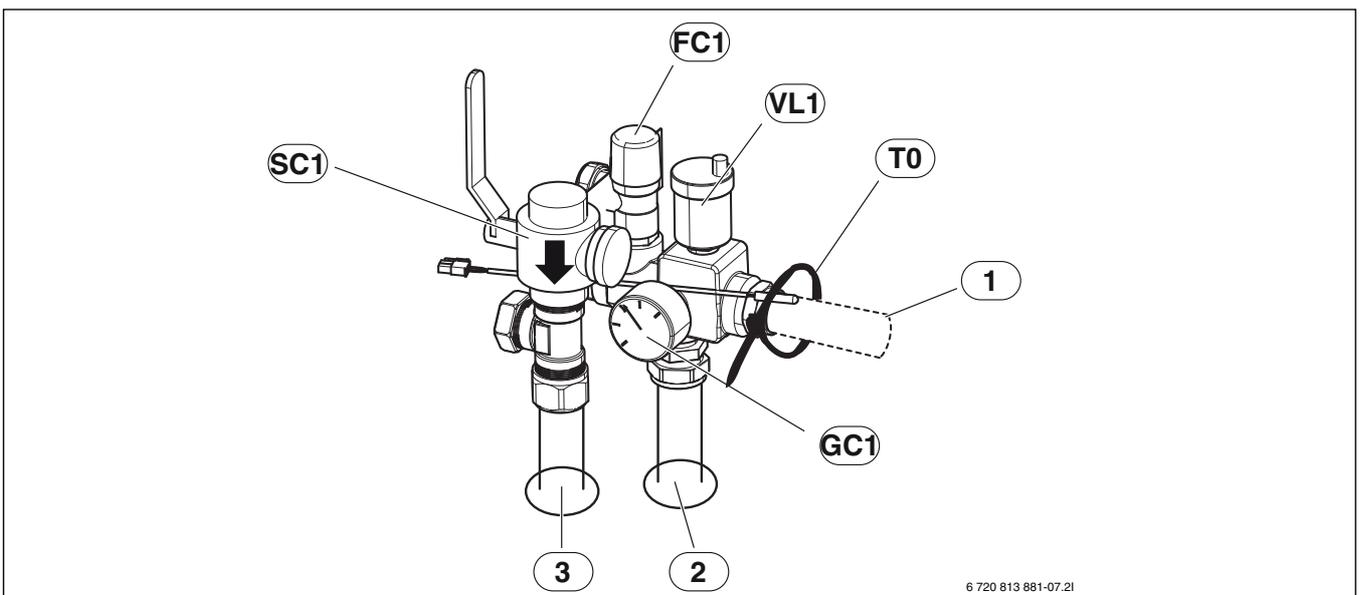

Fig. 9 Gruppo di sicurezza montato, senza bypass
- ▶ Per prima cosa montare il filtro ([SC1], fig. 9) sull'elemento a T.
- ▶ Inserire la sonda della temperatura di mandata nel pozzetto ad immersione ([T0], fig. 9) e fissare con fascette per cavi.